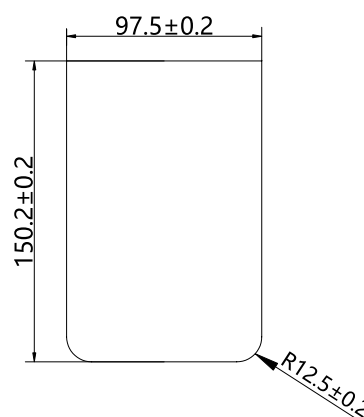

Рисунок 6.2b). Чертеж установки опорной пластины (вырез в двери шкафа)
- ▶ Рисунок 6.2b): габаритный чертеж установки опорной пластины (вырез в двери шкафа) Опорную пластину (вместе с панелью управления) можно установить на двери шкафа.